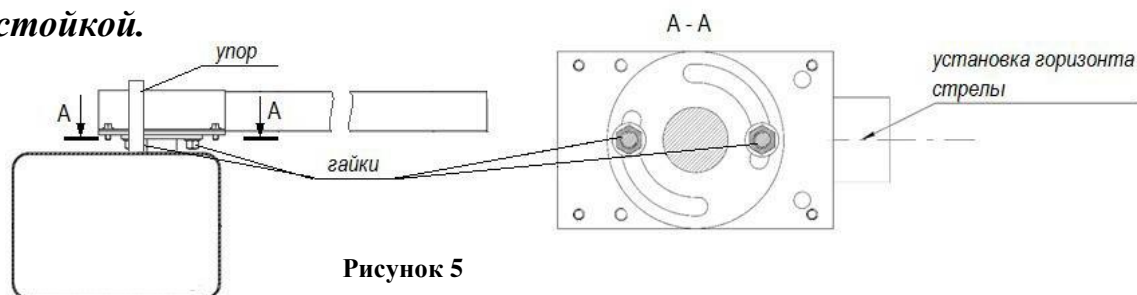

Рисунок 5
- \* Ослабить две гайки ключом №19 (см. Рисунок 5);